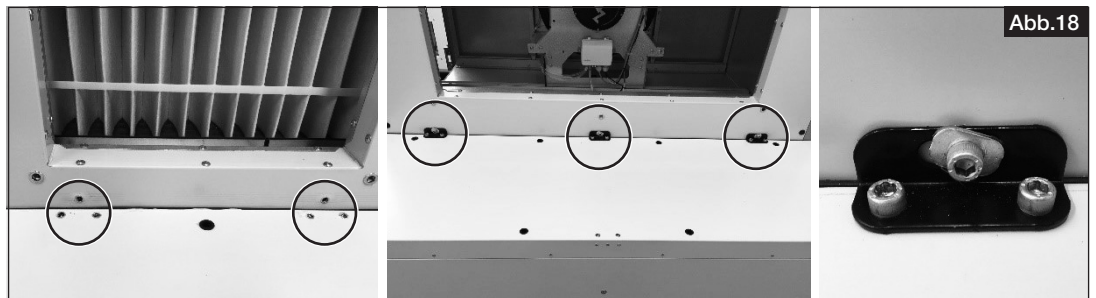

Abb.18
7. Blechteile auf dem Modul montieren. Gerät wie folgt mit dem Modul verbinden (s. Abb. 18).